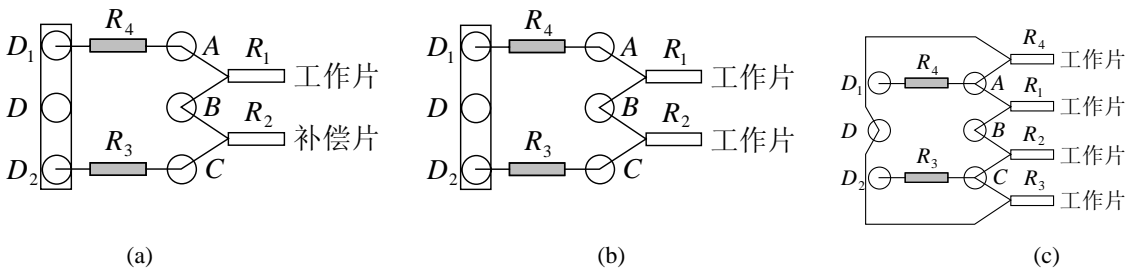

图 B-3 应变片接法 (a) 半桥单臂接法 (b) 半桥双臂接法 (c) 全桥接法 (拆去连接片)
(5) 多点测量时，在前面板用 1~10 通道开关选择通道，相应地接通后面板上所选通道的测量桥接线端 A 、 B 、 C 和 D ，调节所选择的每个通道的电位器，分别使显示表显示为“00000”。
(6) 应变片在电桥中的连接方法可根据需要采取半桥或全桥。注意在全桥接法时，电阻应变仪面板上的 D_1 、 D 和 D_2 三个接线柱的连接片必须拆下，如图 B-3 所示。